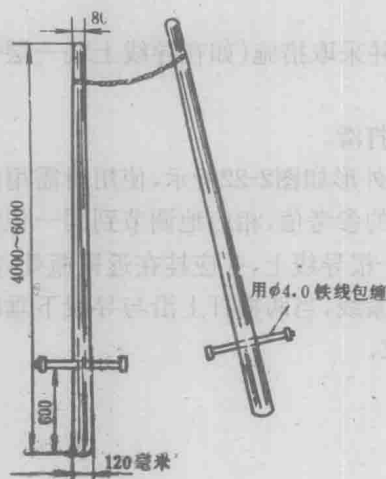

图2—18 架杆
(4)转杆器 转杆器外形如图2—20所示。它用于电杆立直后,调整杆位,使电杆移至规定位置。如立杆前已组上横担。也可用以调整横担方向。